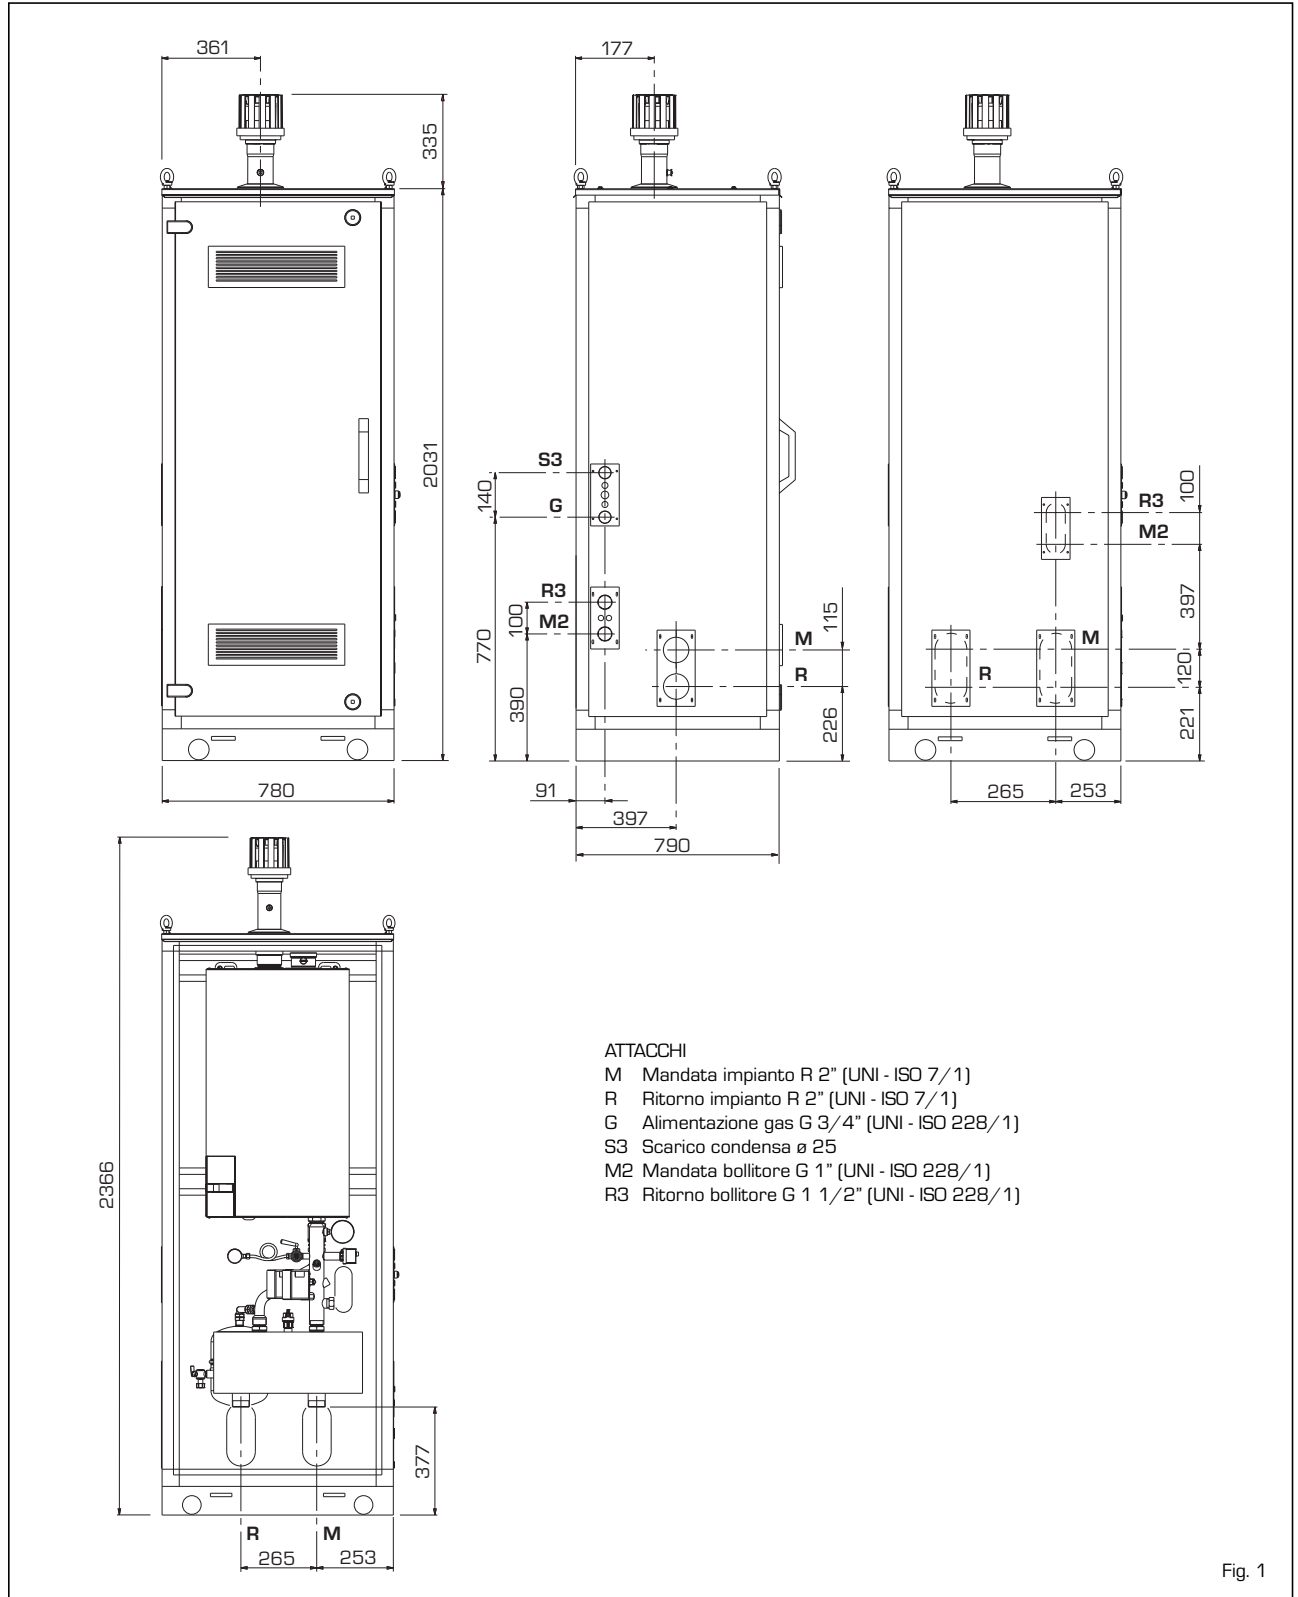

Fig. 1
1.2 DIMENSIONI D'INGOMBRO (fig. 1)